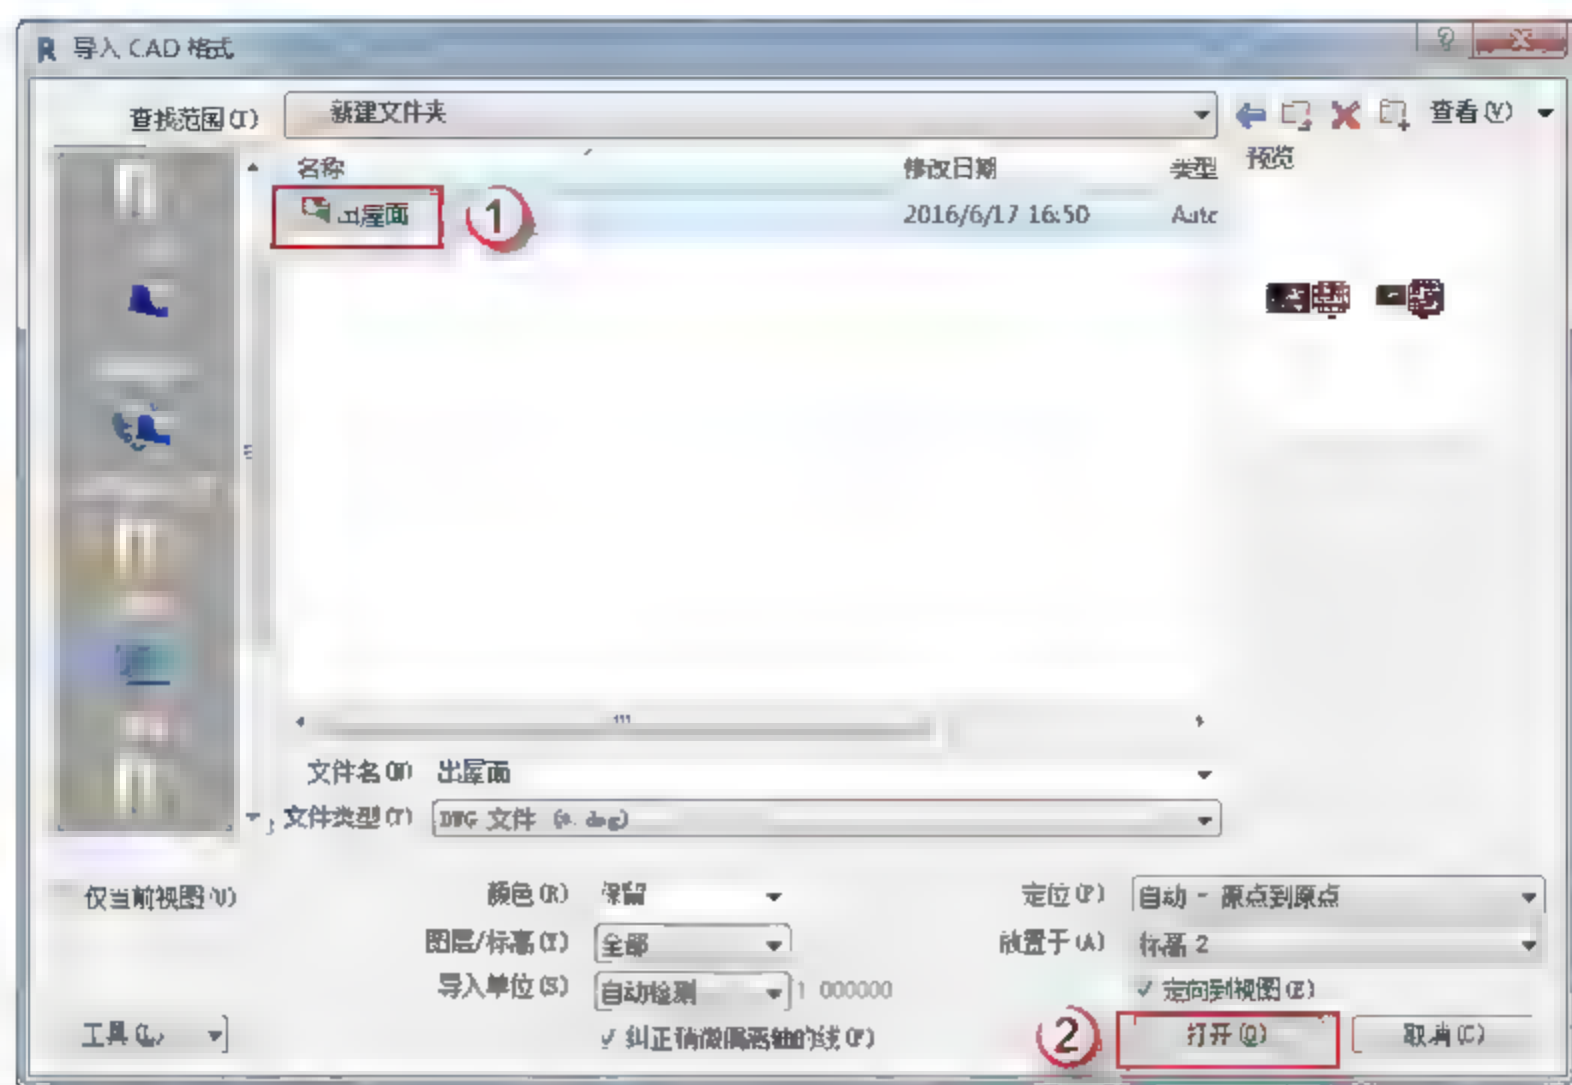
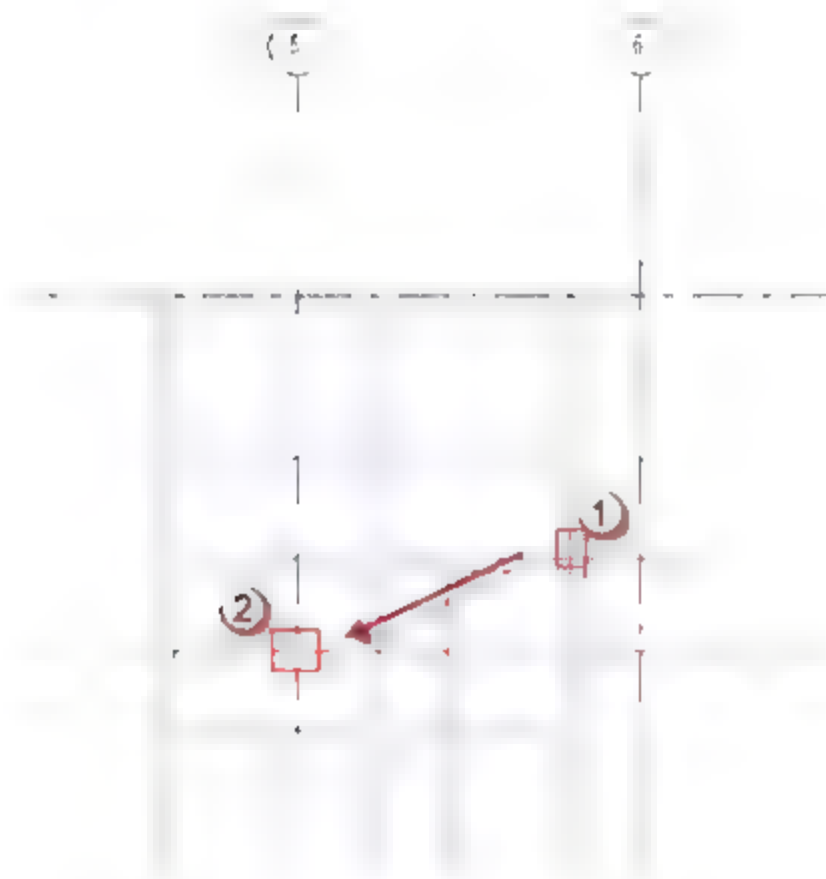
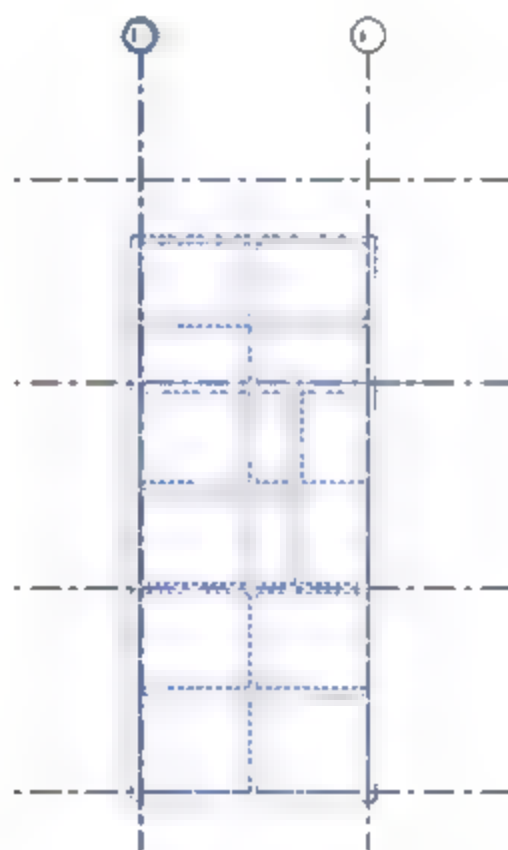

图 5.2.8 导入界面
图 5.2.9 选中出屋面梁并移动
图 5.2.10 对齐图形
(6) 导入配套资源中的 DWG 图。选择“插入”→“导入 CAD”→“打开”命令，在弹出的“导入 CAD 格式”对话框中选择“出屋面”文件，如图 5.2.8 所示。
(7) 整体移动 DWG 文件使其与轴网相符合。单击“出屋面梁 DWG 文件”，按快捷键
M+V，将①点移动到②点（即⑤轴和F轴的交点）如图 5.2.9 所示。移动完成后如图 5.2.10 所示。